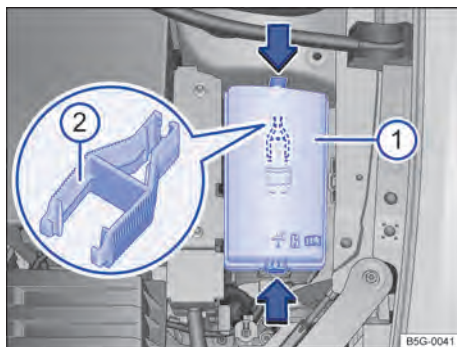

Fig. 141 No compartimento do motor: cobertura ① da caixa de fusíveis com pinça de plástico ②.
- Pressionar as travas no sentido da seta → Fig. 141 ①, para destravar a cobertura da caixa de fusíveis.
No lado interno da cobertura da caixa de fusíveis no compartimento do motor pode haver uma pinça de plástico → Fig. 141 ② para a retirada dos fusíveis.